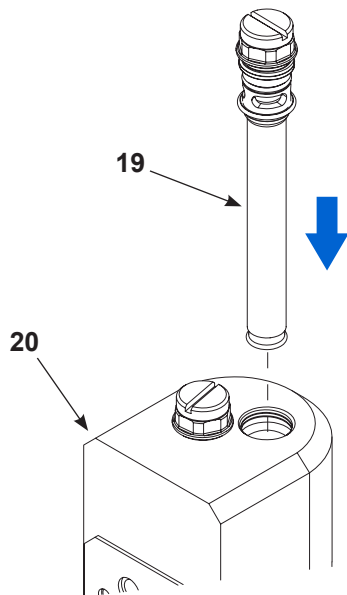

Figure 25 Serrer les tubes de fluidisation sur le distributeur
5. Voir la Figure 25. Insérer le tube de fluidisation (19) assemblé dans le dessus du distributeur de purge (20). Ajuster les tubes sur le distributeur.